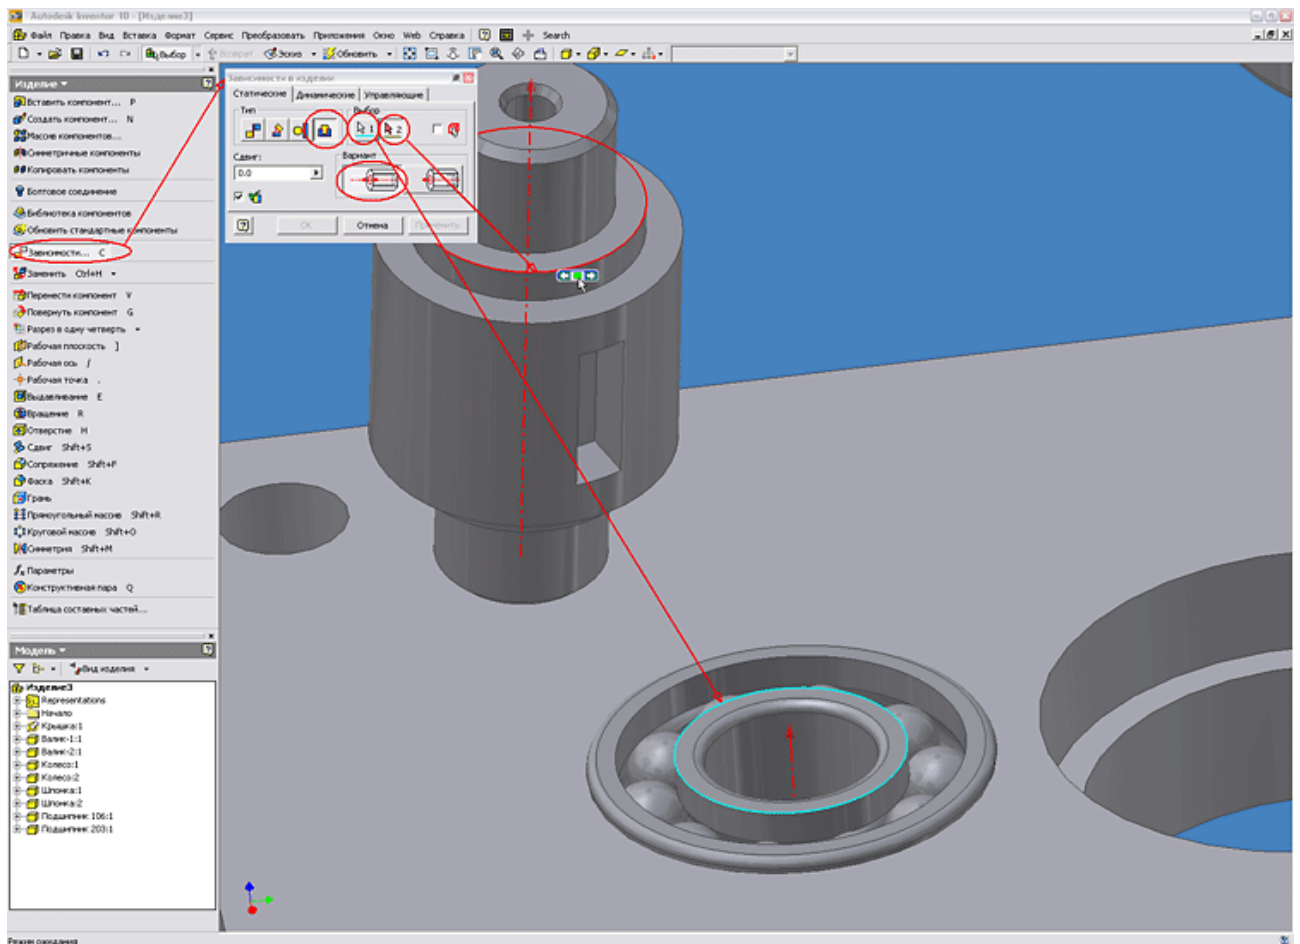

Рис. 7
7. Для позиционирования детали «Валик-1» относительно детали «Подшипник» можно воспользоваться описанным ранее способом, т.е. применить две зависимости совмещения. Однако, более целесообразно для цилиндрических деталей применить тип зависимости «Вставка». Для этого выбираем соответствующий значок в диалоговом окне «Зависимости в изделии», указываем грани цилиндрических поверхностей, по которым будет осуществлено совмещение плоскостей и осей. Выбираем вариант вставки (противоположное или параллельное) (см. Рисунок 7).